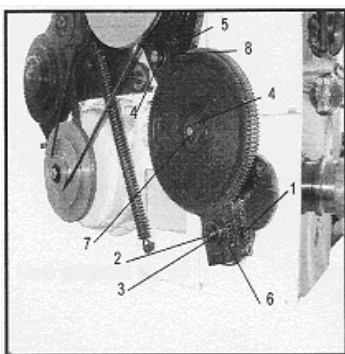

Рис. 13
- Открутите винт (1, Рис. 13)
- Снимите винт (2), шайбу (3) и сменное колесо (6)
- Открутите осевой болт (7), пока он не сможет перемещаться.
- Открутите гайки (5), снимите шайбу (4) и сменное колесо (8).